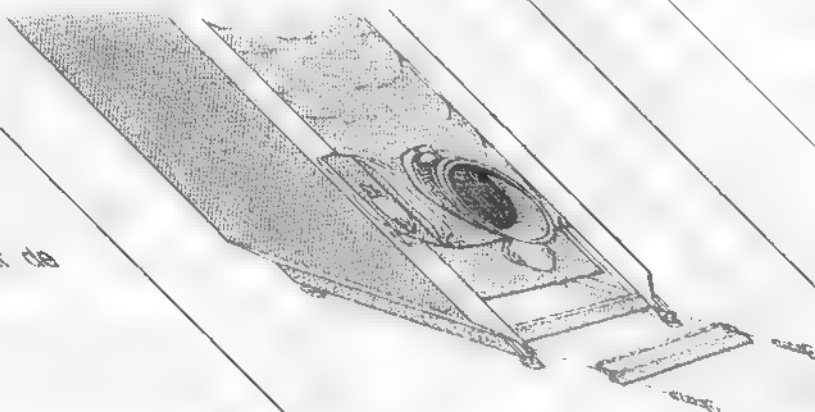

Fig. 26
- Visser la traverse intérieure avant à gauche et à droite dans l'arête des parois latérales à l'aide de vis parker (fig. 26).
Veiller à l'orifice de nettoyage des fumées (fig. 26).